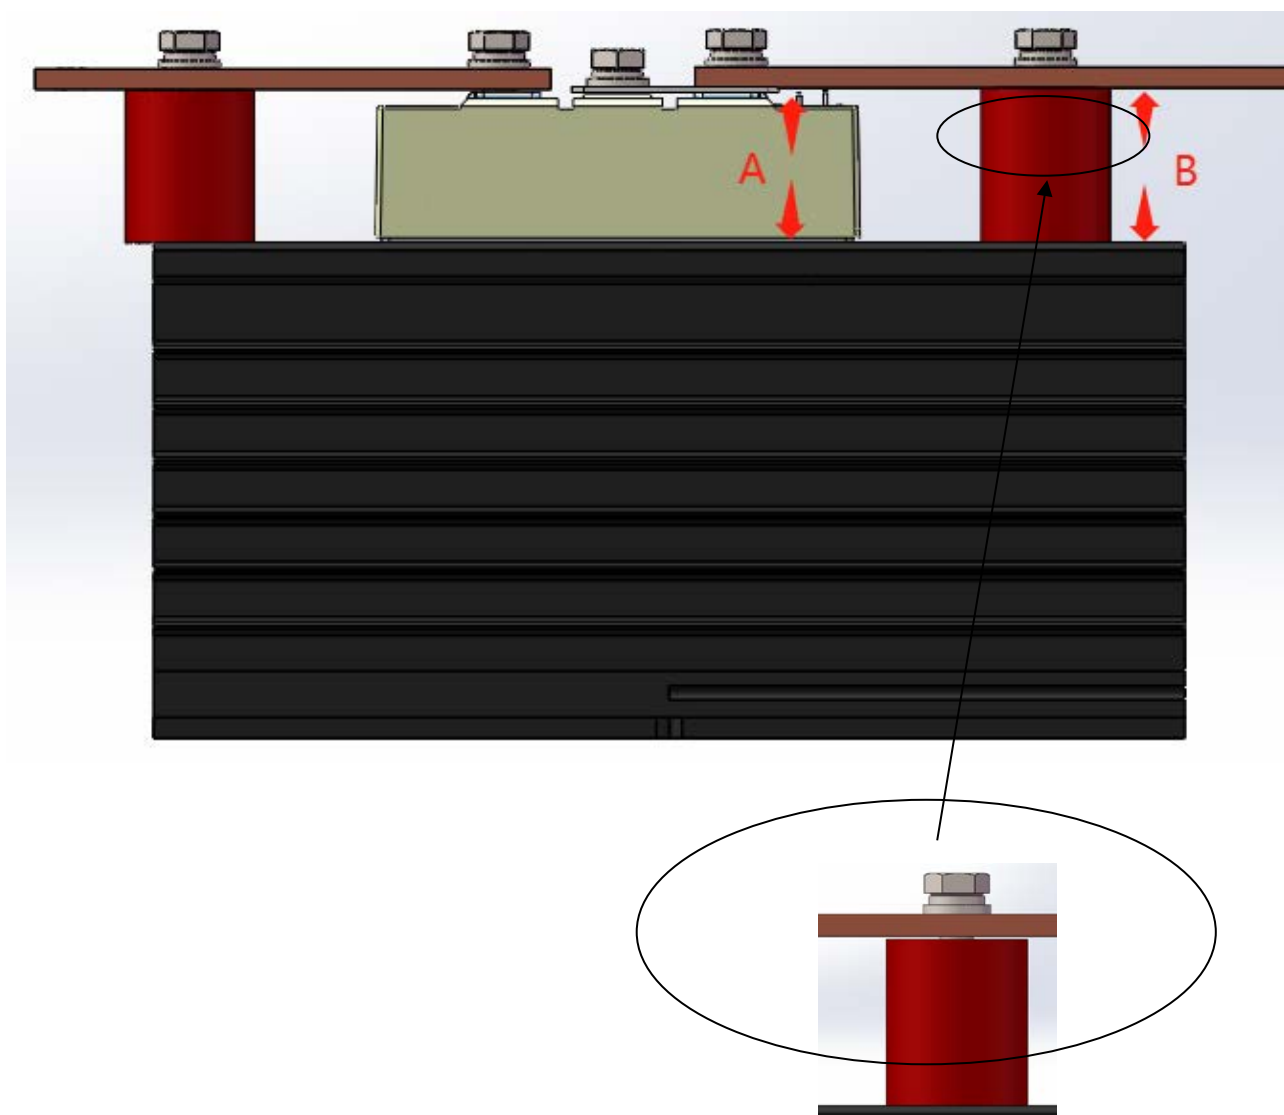

图 8 正确安装方式
- 3.1、连接电源端子时，要尽可能最彻底地消除应力，推荐使用示意图所示装配（图 8）。考虑到所有容差，安装绝缘块高度（B）应与电源端子高度(A)齐平或者低 0.5 毫米左右，避免在 + Fz 方向上产生有害的永久性力量（如图 9）